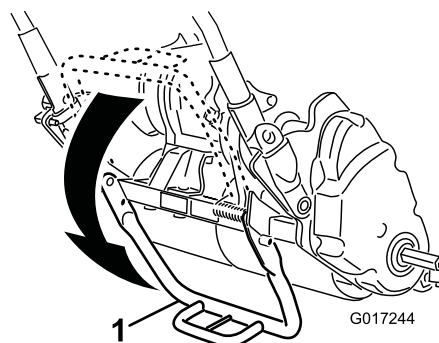

Рисунок 17
- Чтобы установить газонокосилку на откидную опору, опустите ногой опору вниз и потяните рукоятку вверх на себя. (Рисунок 17).